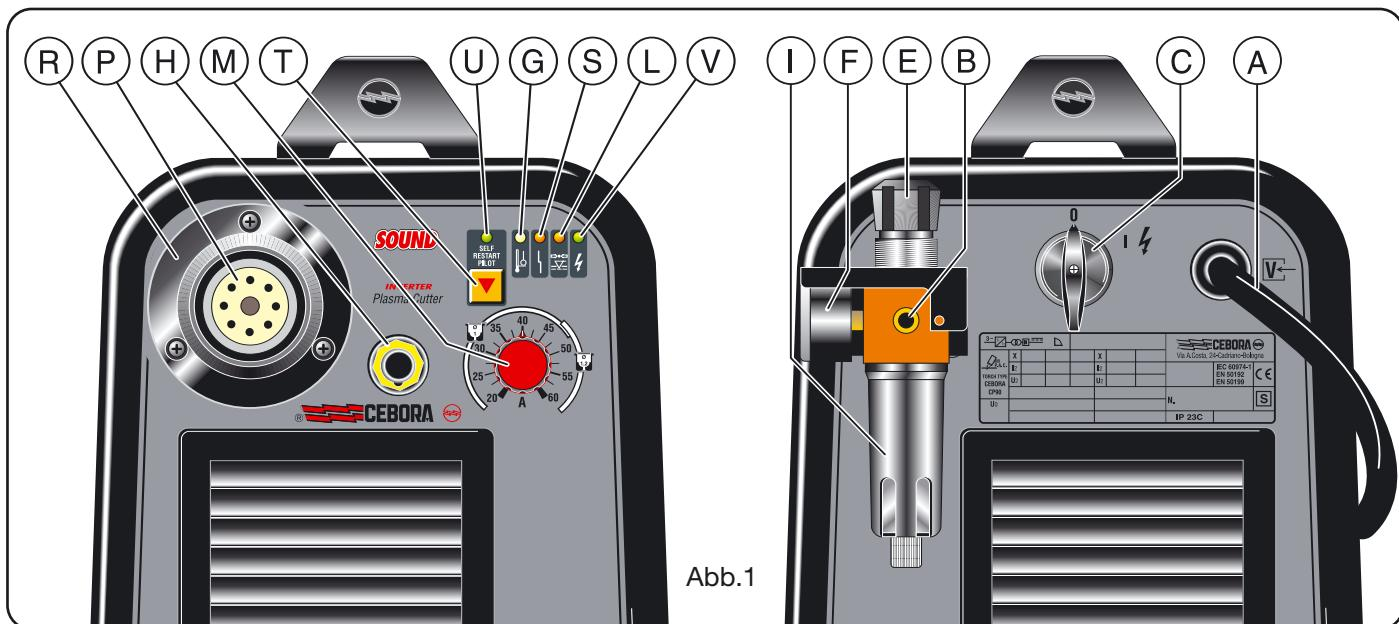

Abb.1
### 2.1 MONTAGE DES BRENNERS (Abb. 1)
- 1) Zur Vermeidung von Überlastung. Meldung durch ständiges Leuchten der LED **G** (siehe Abb. 1).
- Er befindet sich auf der Brennerspeisung und spricht bei zu geringem Luftdruck an. Meldung durch Aufleuchten der LED **L** (siehe Abb. 1).